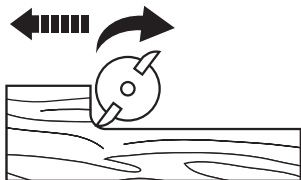

Fig. 19
- > El fresado debe siempre realizarse en el sentido contrario a la rotación del útil de fresado. En caso contrario el útil de fresado podría aflojarse en la pinza de sujeción (Fig. 19, 20).